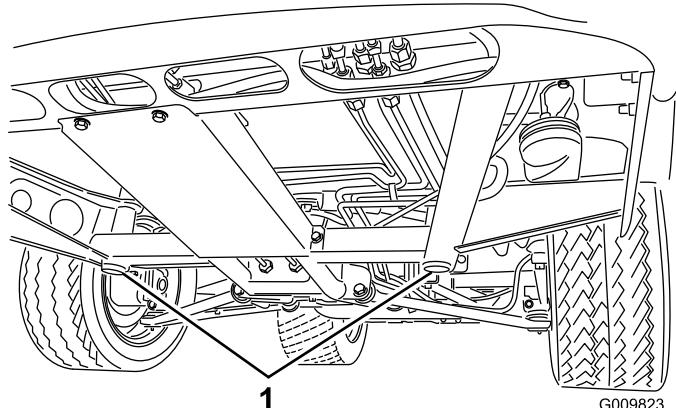

Figura 15
- El punto de apoyo del gato en la parte delantera del vehículo se encuentra debajo del travesaño central delantero del bastidor (Figura 15).